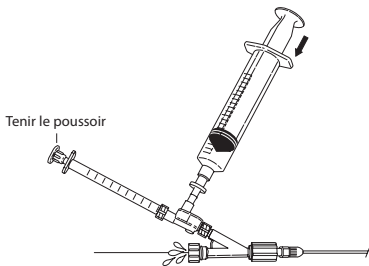

Fig. 6
8. Purger le système de toute bulle d'air restante en appuyant lentement sur la seringue de 20 mL tout en maintenant la seringue de 1 mL fixe afin d'évacuer toutes les bulles d'air éventuelles. Une fois le système purgé, serrer la valve Tuohy-Borst sur l'obturateur terminal. (**Fig. 6**)